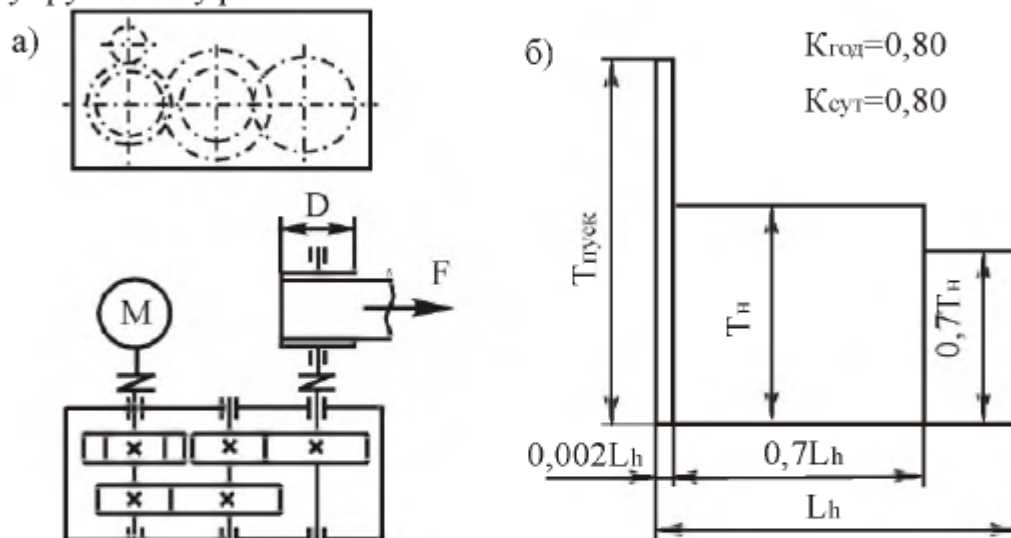

Рис. 6.18. Привод ленточного конвейера:
**Тема 18.** Спроектировать привод ленточного конвейера (рис. 6.18, табл. 6.18). Привод вала барабана ленточного конвейера осуществляется от асинхронного электродвигателя общего машиностроительного применения через трехступенчатый цилиндрический редуктор. Быстроходная ступень редуктора - цилиндрическая вертикальная. Выходной вал редуктора соединен с валом барабана и входной вал – с валом электродвигателя упругими муфтами.